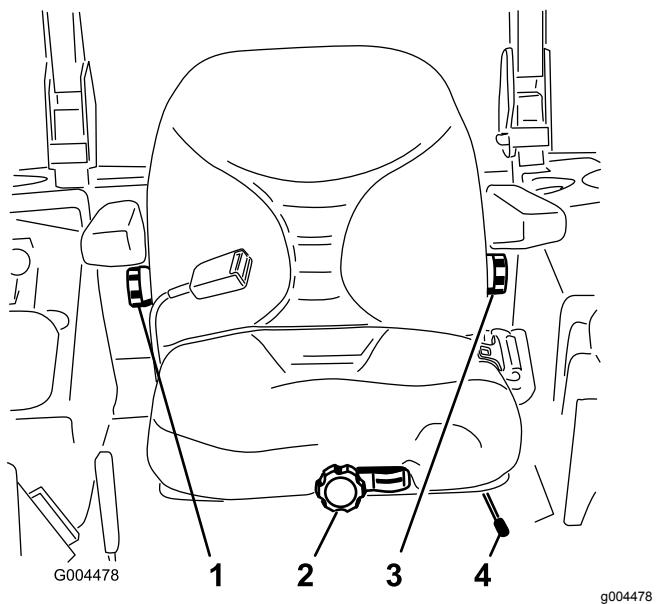

Bild 54
1. Wenn Sie den Sitz verstehen möchten, bewegen Sie den Hebel zum Entriegeln des Sitzes zur Seite (Bild 54).
Setzen Sie sich nicht auf den Sitz und drehen Sie das Handrad zum Verstellen an der Vorderseite solange, bis der gewünschte Komfort erreicht ist (Bild 54).
Drehen Sie zum Verstellen das Handrad unter der rechten Armlehne solange in eine Richtung, bis der gewünschte Komfort erreicht ist (Bild 54).
Drehen Sie zum Verstellen das Handrad unter der linken Armlehne solange in eine Richtung, bis der gewünschte Komfort erreicht ist (Bild 54).